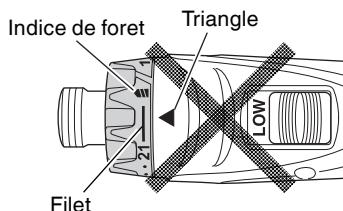

Fig. 9
- N'utilisez pas l'outil avec le sélecteur de débrayage positionné entre le chiffre "21" et la ligne au centre du indice de foret "△△△", vous risqueriez de l'endommager (Voir Fig. 9).